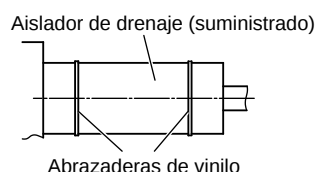

Fig. 3-7
- Después de haber comprobado el drenaje, envuelva el empaquetado suministrado y el aislador del tubo de drenaje en torno al tubo. (Fig. 3-7)